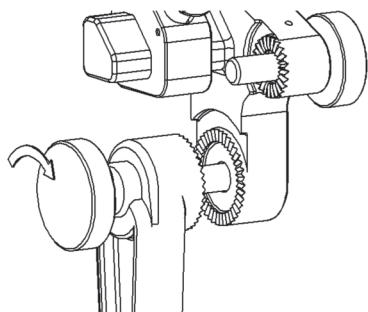
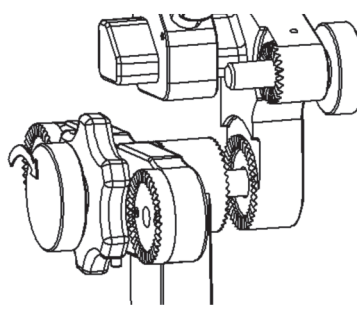

Abbildung 5
Abbildung 6
1. Befestigen Sie die radiotransparente hufeisenförmige Kopfstütze für Erwachsene an dem jeweils gewählten Schwenkadapter durch Einsetzen der Torsionsschraube des kurzen Schwenkadapters (Abbildung 5) oder der Torsionsschraube des radiotransparenten Tri-Star Schwenkadapters (Abbildung 6) in der Gewindebohrung der feststehenden hufeisenförmigen Stützplatte, so dass die Zähne des Zahnkranzes des Schwenkadapters den großen Zähnen des Zahnkranzes der feststehenden Stützplatte gegenüberliegen.